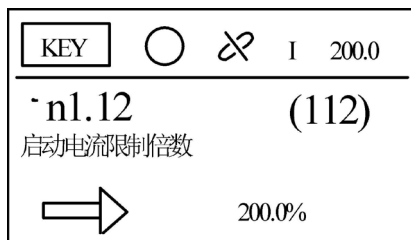

图 4-8
9. 按  按键，选择“n1.12- 启动电流限制倍数”，如图 4-8